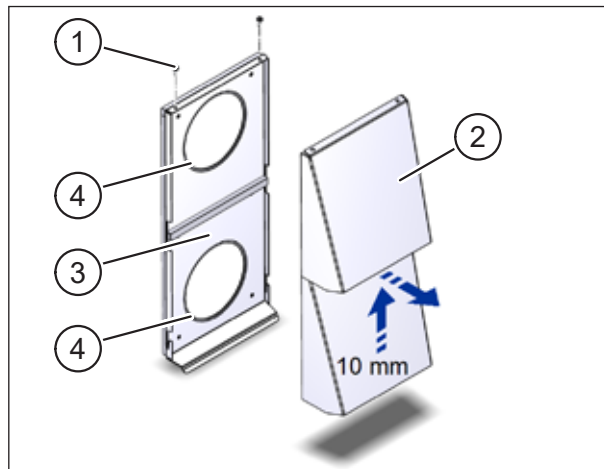

Fig. 17 : Enlever le cache
- ▶ Enlevez les deux vis cruciformes (pos. 1 dans Fig. 17) sur la face supérieure du couvercle de façade.
- ▶ Poussez le cache (pos. 2 dans Fig. 17) env. 10 mm vers le haut. Soulevez le cache de la plaque de base (pos. 3 dans Fig. 17).
- ▶ Enduisez entièrement de vaseline les surfaces étanches de 4 mm de large (pos. 4 dans Fig. 17), côté intérieur.